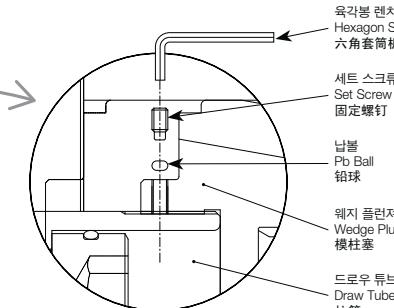

Fig.3
(1) 플런저에 드로우 투브를 연결하여 주십시오. 척의 드로우 투브는 별도로 포장되어 있습니다. 플런저 나사의 끝단을 스패너를 사용하여 체결하고 부속의 납 볼과 세트스크류를 아래 그림처럼 느슨하게 조여 주십시오. (Fig.3)
(1) Connect the drawtube to the plunger. Install the tube using the set screw and Pb ball. (Fig.3)
(1) 请联接柱塞拉管。卡盘的拉管是单独包装。-管另外包装用板手符紧柱塞端部，并将附属的固定片和六角孔螺丝按下图所示锁得松持些。(Fig. 3)
(2) 请在气缸上安装拉杆。在气缸的活塞杆位置用螺丝持紧拉杆时，请在活塞杆突出的情况下J字紧。(若在中间位置持紧，活塞杆的旋转停止销会损坏)
(3) 请在主轴(气缸适配器)上安装气缸。先确认气缸是否摇动。若正常，请安装液压配管。请以低压(0.4~0.5MPa, 4~5kgf/cm²)启动2~3次，并使活塞杆前进后切断电源。